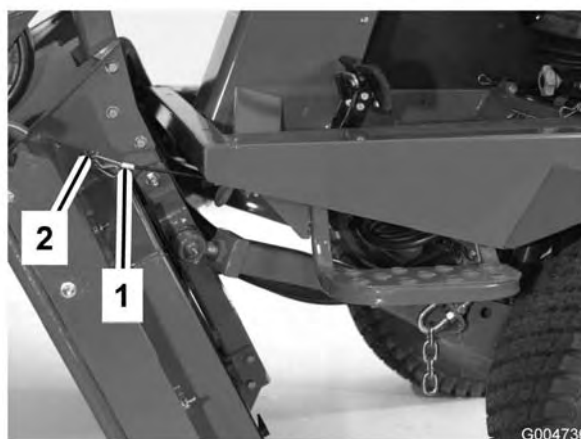

Figura 85
6. Mantenendo l'apparato di taglio verticale, fate passare l'estremità del cavo sopra il perno del braccio di sollevamento dell'apparato, e fissate il cavo con la coppiglia (Figura 85).